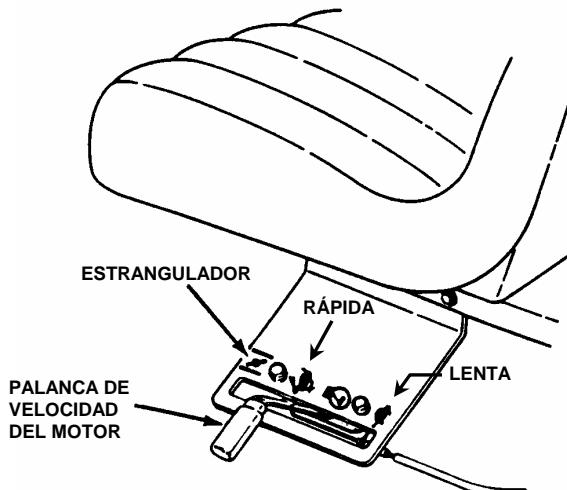

FIGURA 2.6
5. Mueva la palanca de velocidad del motor a la posición de estrangulador para arrancar un motor frío. Vea la figura 2.6.